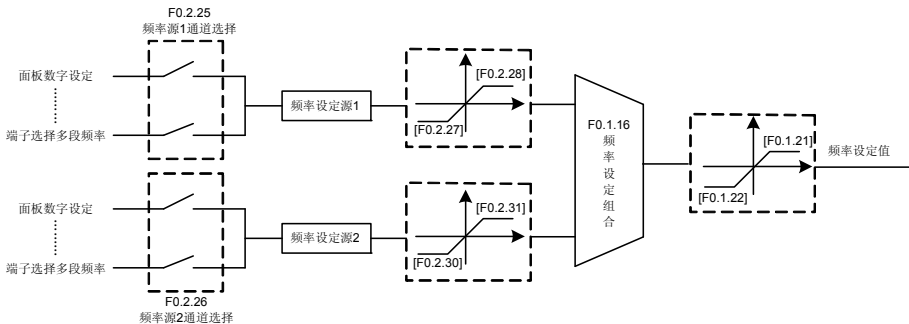

图 7-7 频率设定通道结构示意图
A510 系列变频器具有两个频率设定源（对应参数 F0.2.25、F0.2.26），本参数确定两种频率设定源的 14 种组合计算方式，图 7-7 是频率设定通道的结构示意图。
- 图 7-7 中的[F1.2.15]是电机基准频率，[F1.2.16]是电机基准电压。